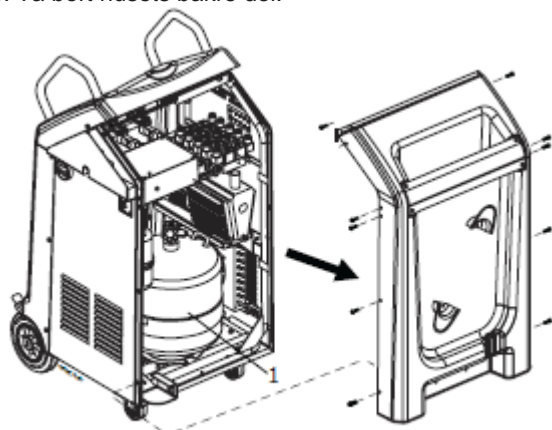

Fig. 9: Att öppna bakre panel
6. Avlägsna Transportemballaget från enhetens interna delar och kylvätskebehållaren (Fig. 9, Pos. 1).